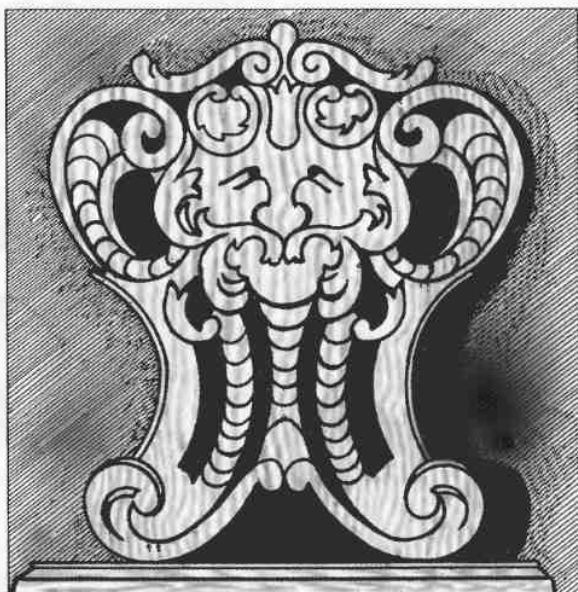

Рис. 190. Спинка стула.
**Профильные работы** — поделки, вырезанные по контуру или только снаружи, или и снаружи, и внутри: стенки и кронштейны полочек, спинки прялок и т.д. (рис. 190).